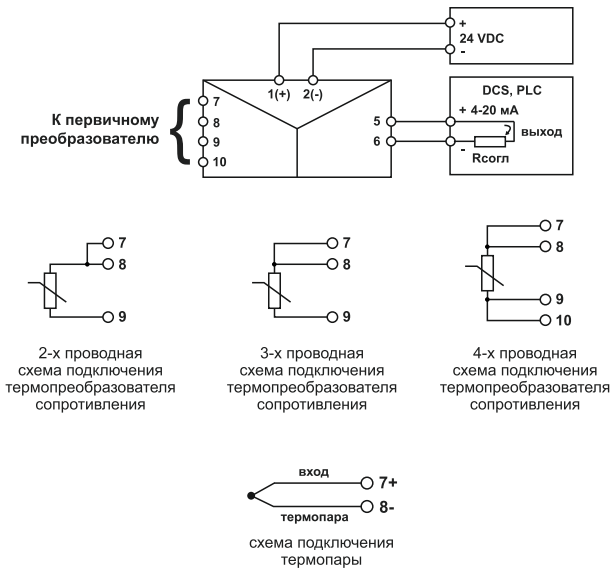

Рисунок 1 - Схемы подключения первичных преобразователей и питания прибора
- Подключите к прибору датчик температуры и напряжение питания в соответствии со схемой подключения (Рисунок 1).